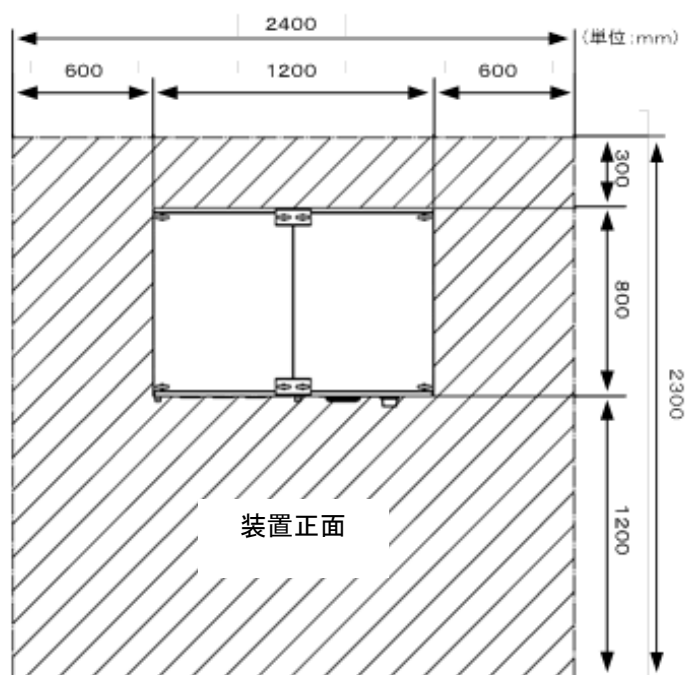
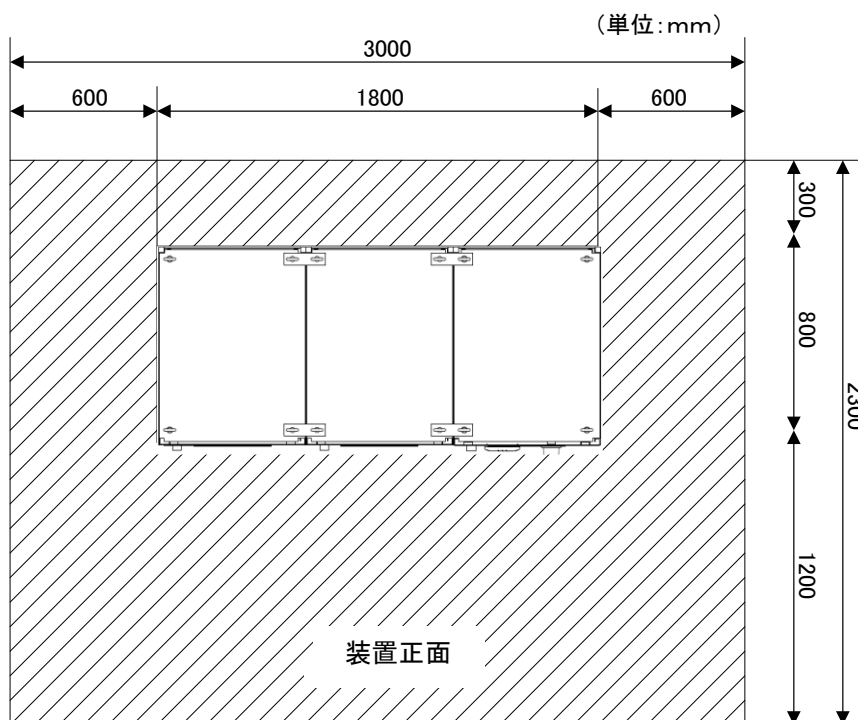

図 12.4 保有距離
図 12.5 保育距離
- 図 12.4、図 12.5 に記載された保有距離に荷物が無いことを確認してください。